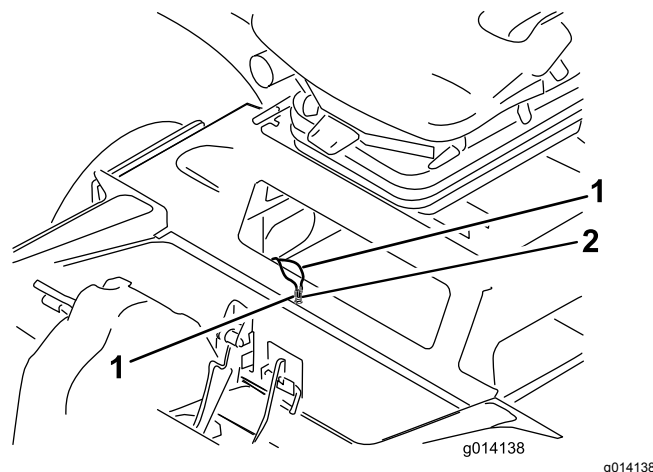

Figura 62
3. Localize os dois fios do jumper do contrapeso com tampa no interior do compartimento (Figura 62)